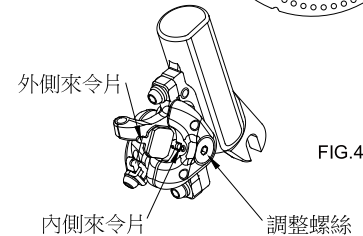

FIG.4
2. 剎車時,若發出刺耳的金屬聲,表示來令片已經磨耗,必須更換,此時須先將輪子卸下,並鬆開M4內六角螺絲,逆時針方向旋轉調整螺絲,至可將來令片取出為止。取出已磨損來令片,先取出外側來令片,再取出內側來令片。將新的來令片放入,先放內側來令片,再放外側來令片,此時來令片更換完成(FIG.4)。依照”將碟剎安裝於前叉或車架上”之安裝步驟,繼續完成安裝。